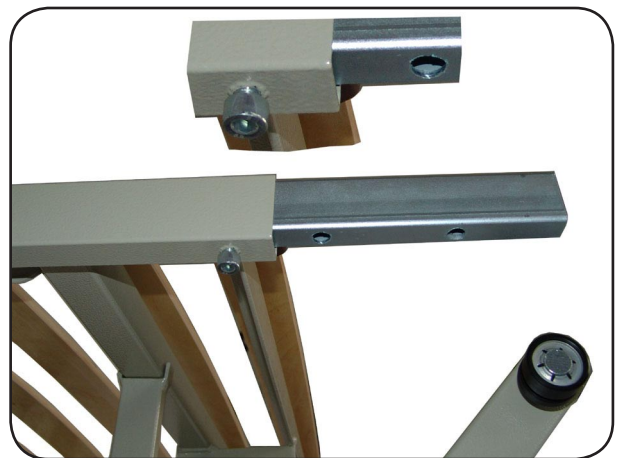

Abbildung 12
5. Lösen Sie die Innensteckrohre von der Fußauflage. Stecken Sie die einzelnen Innensteckrohre in die Längsrohre der Kopfauflage ein und schrauben Sie zwei Zylinderschraubbolzen aus dem Beutel zur Fixierung lose ein (Abbildung 12).